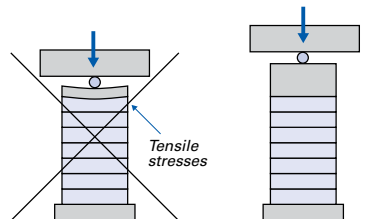

Abb. 58: Richtiges Dimensionieren der Endstücke bei punktförmigem Kontakt
- ▶ Wenn eine Punktlast auf das Endstück des Aktors einwirkt: Dimensionieren Sie das Endstück so, dass seine Dicke der halben Querschnittsabmessung entspricht, um Zugspannungen am Aktor zu vermeiden. (Abb. 58)